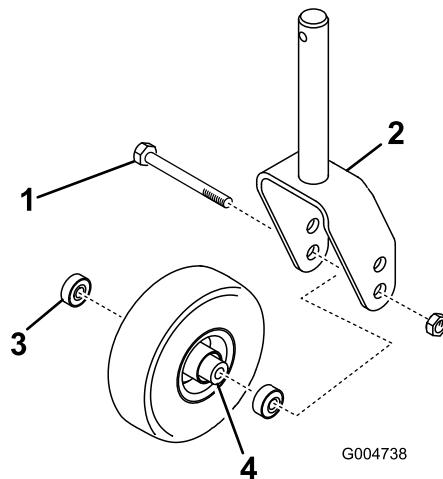

図 28
1. キャスタホイールアセンブリをキャスタフォークの間に保持しているボルトのロックナット(図 28を外す。キャスタホイールをつかんでおいて、ボルトをフォークまたはピボットアームから抜き取る。
2. ホイールのハブからベアリングを外して、ベアリングスペーサを床に落とす図 28。ホイールハブの反対側にあるベアリングを取り出す。